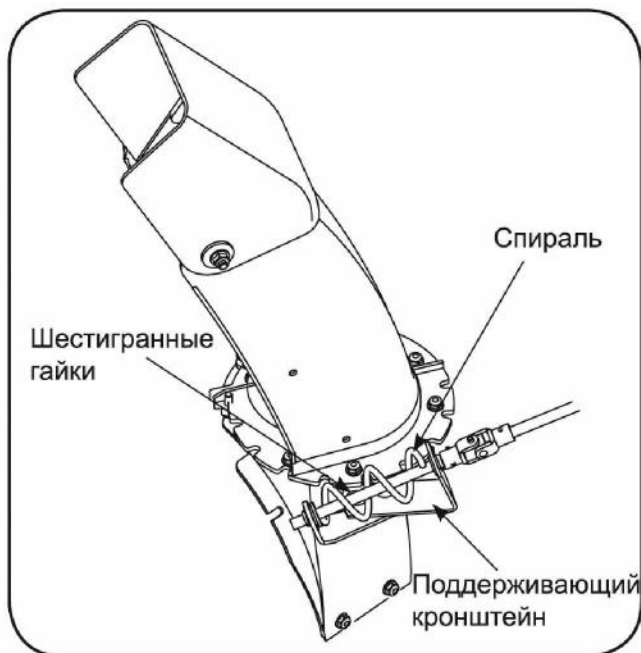

Рис. 34.
1. Ослабьте, но полностью не отворачивайте две шестигранные гайки, крепящие кронштейн к корпусу шнеков. См. Рис. 34.